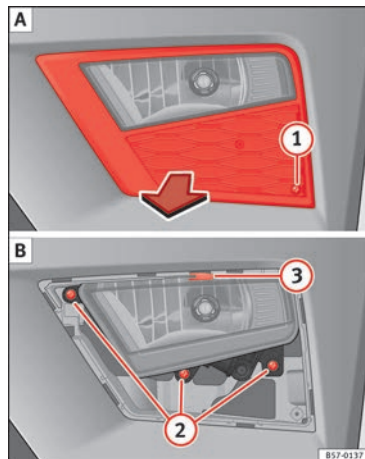
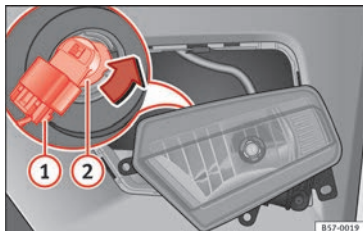

Fig. 109 Faro fendinebbia: estrarre la griglia. »
Fig. 110 Faro fendinebbia: smontaggio del supporto lampade
1. Rimuovere la vite » **fig. 109** (1) **A** della griglia del faro fendinebbia servendosi di un cacciavite ed estrarre la griglia.
2. Rimuovere le 3 viti » **fig. 109** (2) **B**.
3. Rimuovere la graffa metallica situata nella parte superiore del faro fendinebbia tirando verso l'esterno del veicolo (3) **B** ed estrarre il faro fendinebbia.
4. Estrarre il connettore » **fig. 110** (1) della lampada.
5. Ruotare il portalampada » **fig. 110** (2) verso sinistra e tirare.